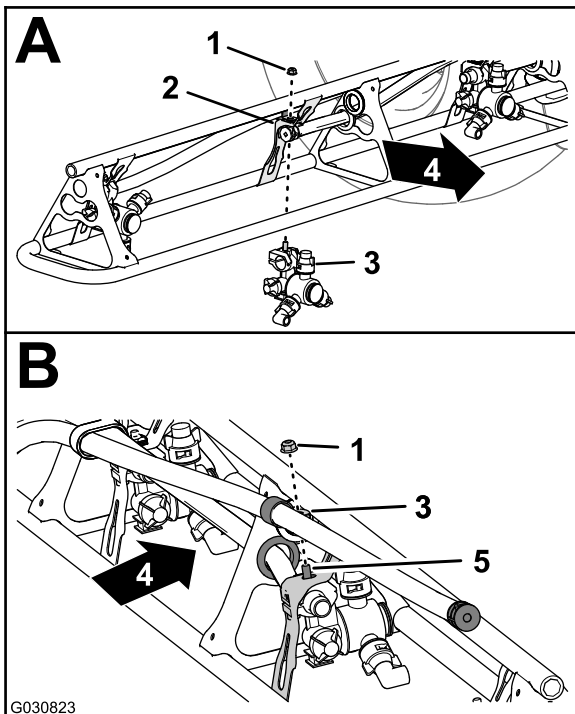

Figura 131
- En las posiciones de las boquillas 1 y 4, monte la boquilla de fumigación en el soporte de boquilla (Figura 131, A) con la contratuerca con arandela prensada (5/16") que retiró en el paso 2 de Retirada de las boquillas de fumigación de las secciones de fumigación exteriores (página 57).
- En las posiciones de las boquillas 2 y 3, monte la boquilla de fumigación en el soporte de boquilla (Figura 131, A y B) con la contratuerca con arandela prensada (5/16") que retiró en el paso 2 de Retirada de las boquillas de fumigación de las secciones de fumigación exteriores (página 57).